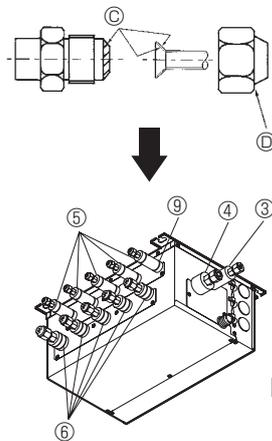

Fig. 7-2
- ⓐ Påfør kølemiddelolie på hele overfladen (Fig. 7-2) af det koniske sæde.